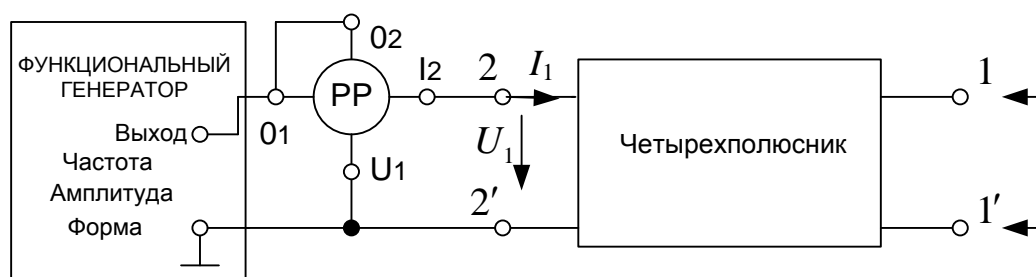

Рис. 7.4. Схема опыта (обратное включение)
6) Поменять местами входные  $1-1'$  и выходные  $2-2'$  зажимы. Выполнить опыты обратного холостого хода и короткого замыкания (рис. 7.4). Полученные значения занести в табл. 7.1.